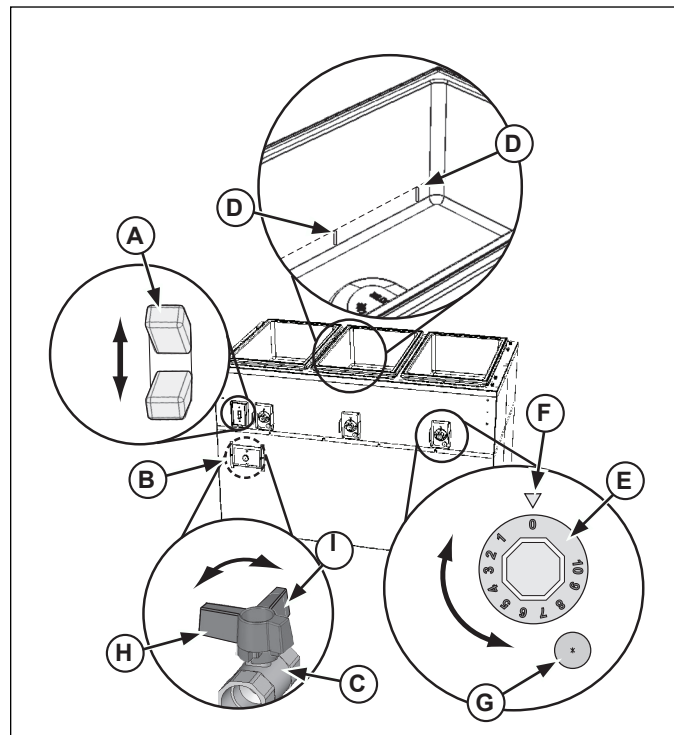

Figure 2. Commandes de station pour aliments chauds Deluxe
- (A)** Interrupteur de marche/arrêt (ON/OFF) Placez l'interrupteur en position relevée pour mettre en marche. Placez l'interrupteur en position abaissée pour arrêter. L'interrupteur s'allume quand il est en position Marche.
- (B)** PORTE D'ACCÈS au robinet de vidange. Ouvrez ou enlevez pour accéder au robinet de vidange.
- (C)** ROBINET DE VIDANGE. Permet de vider l'eau du ou des compartiments.
- (D)** REPÈRES DE NIVEAU D'EAU. Permet d'indiquer le niveau d'eau correct.
- (E)** CADRAN DU THERMOSTAT. Permet de régler la température du bac. Plus le nombre est élevé, plus la température est haute, et inversement. À la position 0, l'appareil est arrêté.
- (F)** POINT DE RÉFÉRENCE DU CADRAN. Permet de montrer à quelle température le thermostat est réglé.
- (G)** VOYANT DE NIVEAU D'EAU BAS. S'allume quand le compartiment a besoin d'eau. Si le voyant s'allume en cours d'utilisation, de l'eau fraîche et claire doit être ajoutée au compartiment.
- (H)** ROBINET DE VIDANGE EN POSITION FERMÉE. Quand le robinet est dans cette position, le trou d'évacuation est fermé.
- (I)** ROBINET DE VIDANGE EN POSITION OUVERTE. Quand le robinet est dans cette position, le robinet de vidange est ouvert.
1. Ouvrez la porte d'accès au robinet (B) et assurez-vous que le robinet de vidange (C) est en position fermée (H). Voir la figure 2.
2. Remplissez le compartiment d'eau fraîche et claire jusqu'au repère de niveau correct (D). Le niveau correct se situe à 2,5 cm (1 po) environ. Ne remplissez pas trop.
4. Préchauffez l'eau dans les compartiments en les couvrant avec des bacs à aliments vides ou des couvercles. Mettez l'interrupteur (A) en position Marche ou tournez le thermostat (E) à la température maximum. Préchauffez pendant 45 minutes. L'eau est portée à ébullition.
7. Réglez le ou les thermostats (E) pour maintenir les aliments à la température correcte de maintien au chaud pour préserver la sécurité. Vérifiez régulièrement la température des aliments.
1. Ouvrez la porte d'accès au robinet (A) et assurez-vous que le robinet de vidange est en position fermée (D). Voir la figure 2.
3. Placez l'interrupteur (A) en position Marche. Cet appareil n'a pas de thermostat. Laissez fonctionner l'appareil pendant 30 minutes environ. Pour la meilleure performance en utilisant de la glace avec cet appareil, laissez fonctionner l'appareil pendant 2 heures environ avant d'ajouter de la glace. Ceci permettra à la glace de rester solide.